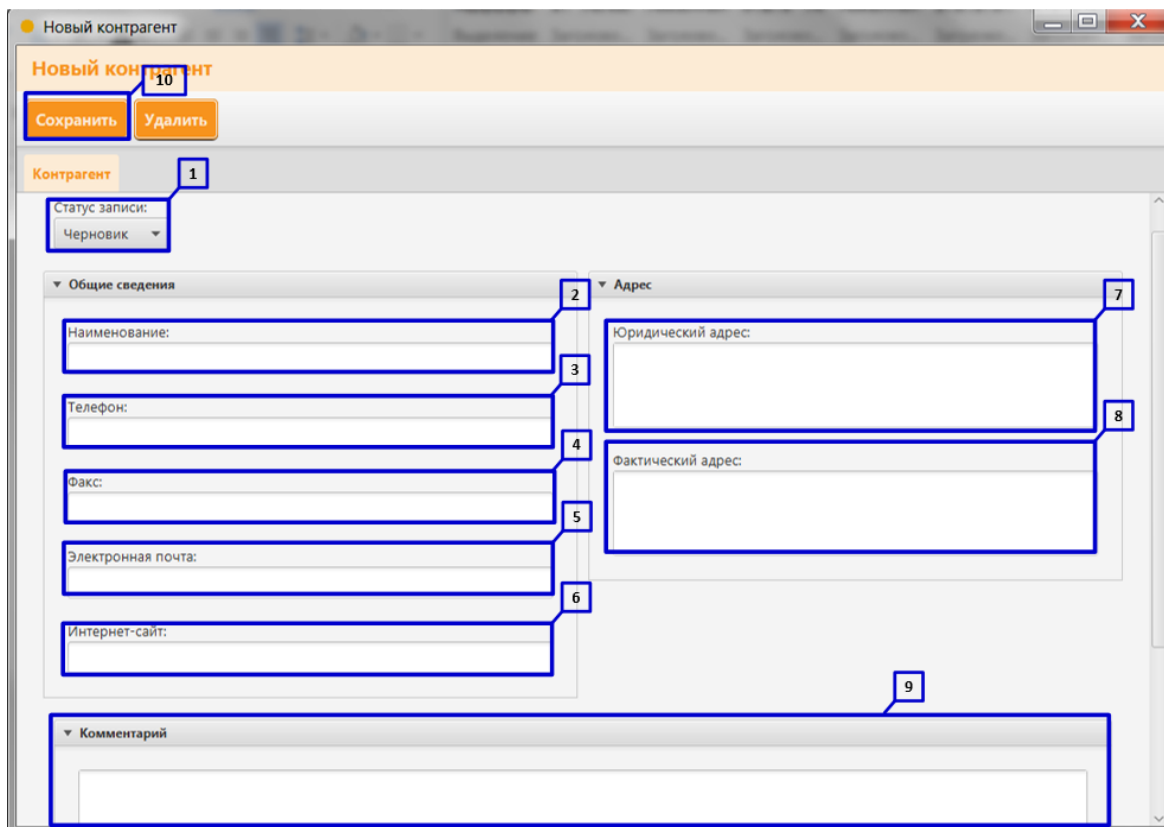

Рисунок 48. Создание контрагента организации: внесение информации о контрагенте
2. В строке «Статус записи» из выпадающего списка выберите статус контрагента (Рисунок 48 пункт 1). При создании нового контрагента автоматически проставляется статус «Черновик». Контрагент имеет следующие статусы:
3. В строке «Наименование» раздела «Общие сведения» введите полное наименование контрагента (Рисунок 48 пункт 2);
4. В строке «Телефон» раздела «Общие сведения» введите актуальный номер телефона контрагента (**Рисунок 48 пункт 3**);
5. В строке «Факс» раздела «Общие сведения» введите актуальный номер для отправки сообщений по факсу (**Рисунок 48 пункт 4**);
6. В строке «Электронная почта» раздела «Общие сведения» введите актуальный электронный адрес контрагента (**Рисунок 48 пункт 5**);
7. В строке «Интернет-сайт» раздела «Общие сведения» введите ссылку на сайт контрагента в сети Интернет (**Рисунок 48 пункт 6**);
8. В строке «Юридический адрес» раздела «Адрес организации» введите юридический адрес контрагента (**Рисунок 48 пункт 7**);
9. В строке «Фактический адрес» раздела «Адрес организации» введите фактический адрес контрагента (**Рисунок 48 пункт 8**);
10. В строке раздела «Комментарий» введите дополнительную информацию о контрагенте (**Рисунок 48 пункт 9**);
11. Сохраните внесенные данные, нажав клавишу «Сохранить» (**Рисунок 48 пункт 10**);